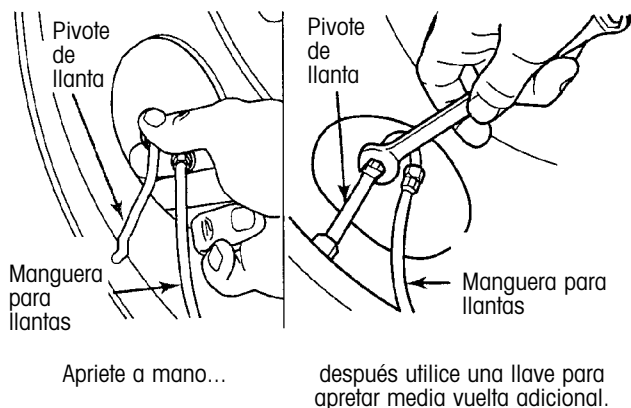

Figura 6. Instalando la manguera para llantas en el pivote de la llanta
4. Instale las mangueras en los pivotes de las llantas y apriete a mano (figura 6).
5. Apriete la conexión manguera para llanta/pivote media vuelta adicional utilizando una llave de 7/16-pulg. (figura 6). **No sobreapriete esta conexión.** La manguera y el conector "T" están lo suficientemente apretados cuando al mover la manguera hacia adelante y hacia atrás no causa que la conexión se mueva.